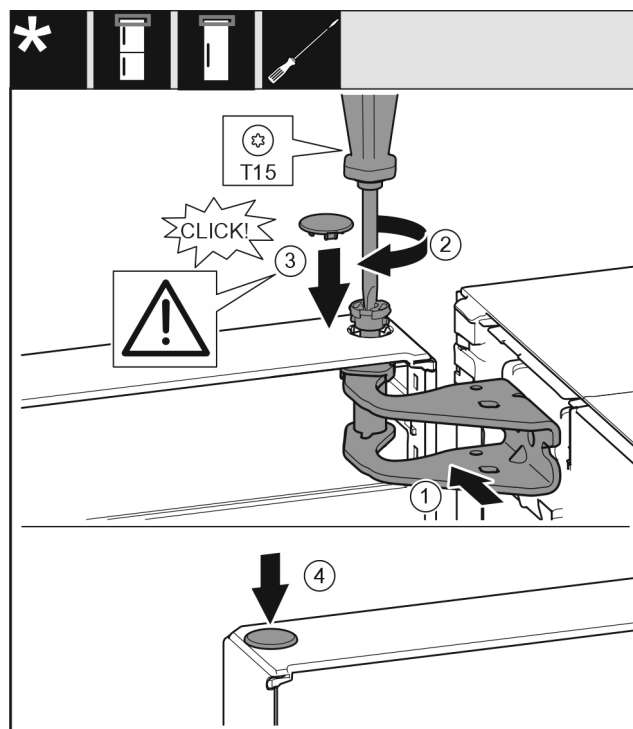

Fig. 23
- ▶ Wyrównać drzwi u góry względem otworu w płycie zawiasu. Fig. 23 (1)
- ▶ Założyć sworzeń Fig. 23 (2) i dokręcić śrubokrętem.
- ▶ Zamontować osłonę zabezpieczającą Fig. 23 (3) w celu zabezpieczenia drzwi: Włożyć osłonę zabezpieczającą i sprawdzić, czy przylega ona do drzwi. Ponadto założyć całą sworzeń.
- ▶ Założyć zatyczkę Fig. 23 (4).